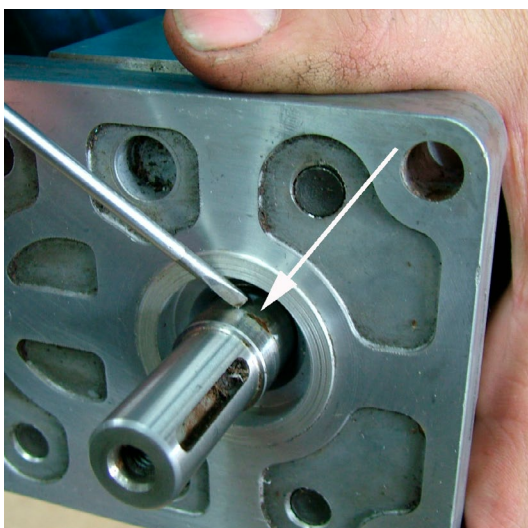

Abbildung 4.19
11. Entfernen Sie ggf. vorhandenen Rost mit feinem Schleifpapier von der Welle und dem Dichtungssitz, siehe Abb. 4.19 und 4.20.